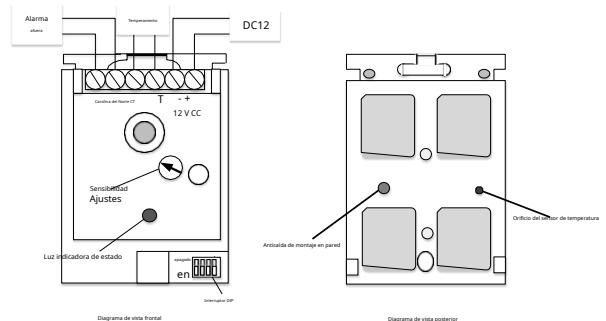

Figura 1
4.4.4 Prueba de alarma de temperatura: Cuando se activa continuamente Al aplicar calor al orificio sensor de temperatura (como se muestra en la Figura 1) con una pistola de calor de alta potencia u otro equipo generador de calor, el detector activará una alarma. Durante una alarma de aumento de temperatura, la luz roja parpadeará continuamente durante 3 segundos.